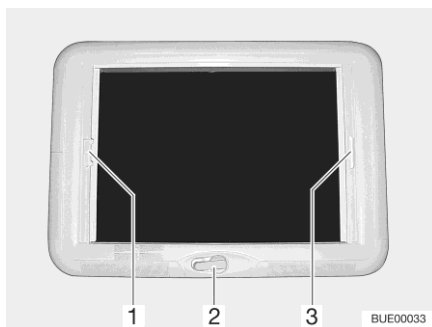

Bild 127 Vevmanövrerad taklucka
- Vrid på handveven (Bild 127,2) tills ett motstånd känns.
- Stänga:** ■ Drag i plisségardinens handtag (Bild 127,3) och släpp i önskad position. Plisségardinen stannar i denna position.
- Stänga:** ■ Drag, med handtaget (Bild 127,1), insektsskyddet till plisségardinens handtag (Bild 127,3) på den motsatta sidan, där det hakas i.
- Öppna:** ■ Tryck insektsskyddet handtag (Bild 127,1) bakåt, uppåt och haka av insektsskyddet från plisségardinen (Bild 127,3).